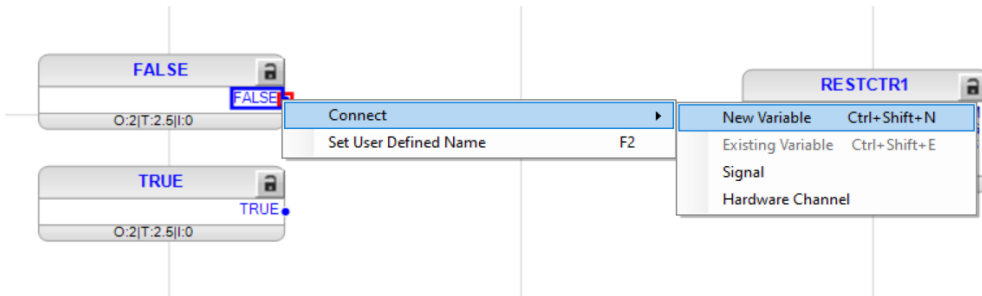

Imagen 64_Conexión de nueva variable para la salida del bloque False.
2.1.22 Teniendo así los dos bloques como observamos en la **Imagen 64**, a estos le vamos a añadir conexiones de dando clic derecho “*False*” donde posteriormente seleccionaremos “*Connect - New Variable*”.